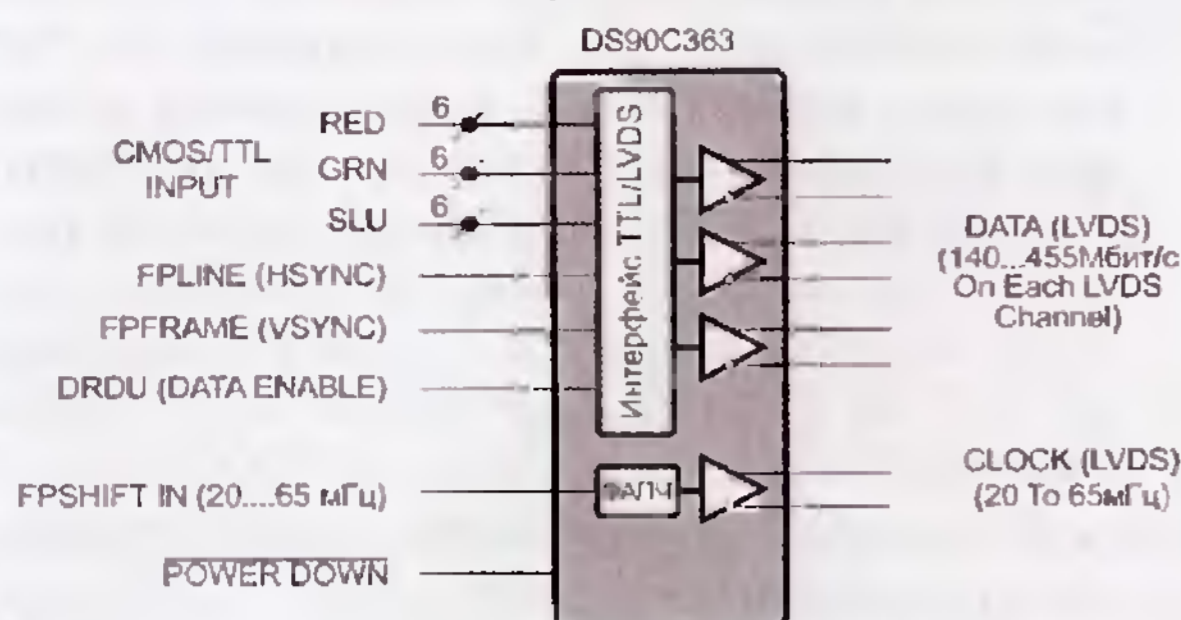

Рис. 7
- DS90C363 (рис. 7) конвертирует 21-битные сигналы (18 бит - RGB-сигналы и 3 бита синхросигналы), совместимые с уровнями CMOS/TTL, в сигналы LVDS и передает их по трем линиям;